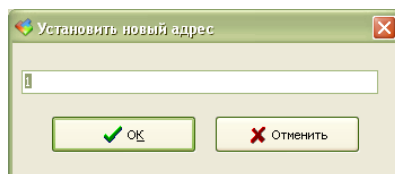

Рисунок 7 - Ввод адреса
4) При необходимости, установить новый адрес БПУ в системе ОПС. Для этого надо выделить в таблице строку с БПУ и выполнить команду «Адрес». Ввести требуемый адрес и нажать кнопку «ОК» для записи нового адреса в блок (рисунок 7).